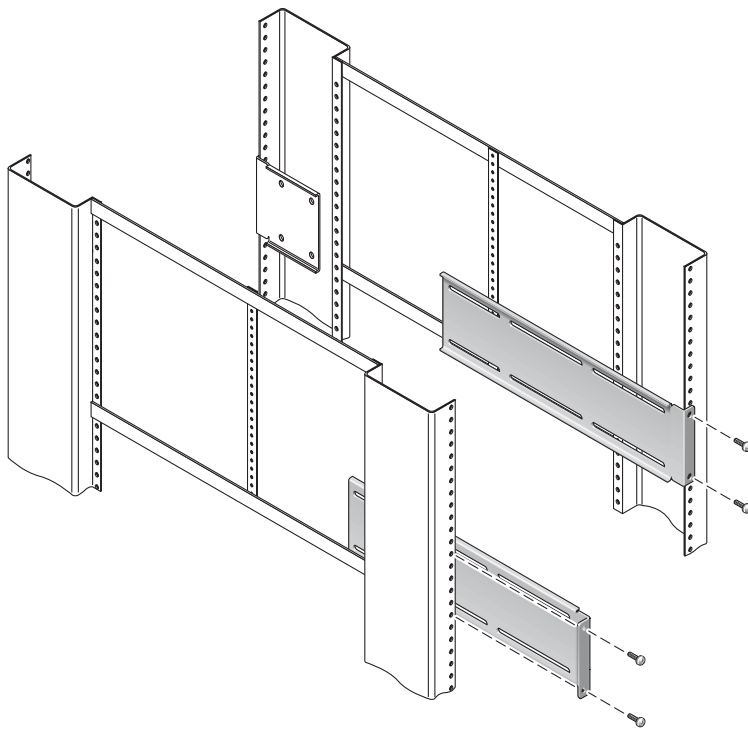

图 3-11 将长托架固定到机架后端
8. 将每个长托架抬到机架后端的所需位置，然后将长托架安装到机架后端的立柱上（图 3-11）。
7. 如图 3-11 所示，将带有延伸架和滑动部件的长托架固定到机架中。